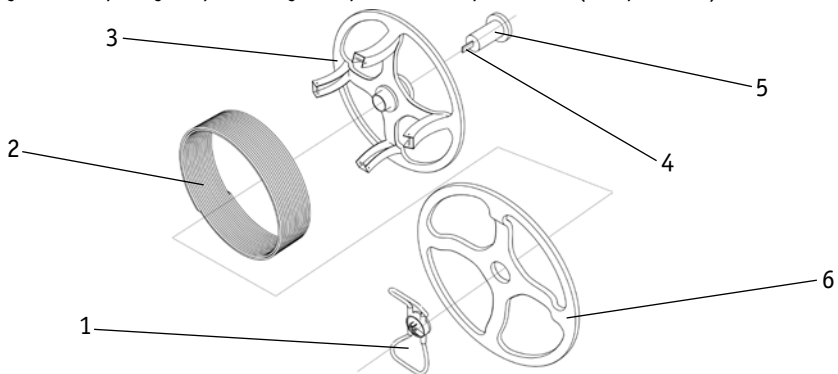

Рис. 8.3. Схема конструкции барабана проволоки.
1. Загрузите сварочную проволоку в барабан для проволоки (См. рис. 8.3).